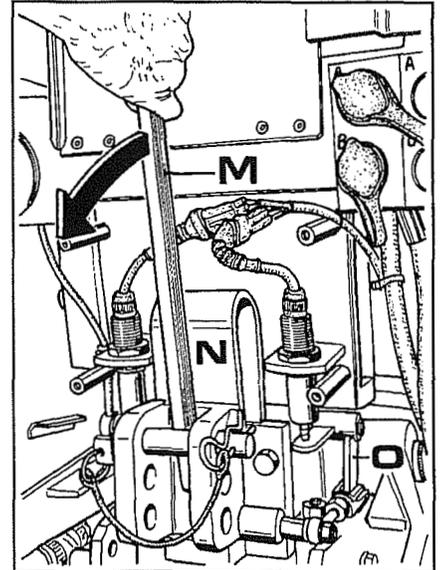

Fig. 53
- c. Placer un levier (**M** fig.53) derrière le 3^e point d'attelage et agir dans le sens indiqué par la flèche. En faisant ainsi on actionne le ressort **N** de support de l'attelage, puis par réaction des leviers (**O**) on produit un abaissement de la lame d'appui de la pointe du capteur de contrôle d'effort. Le relevage doit commencer à se soulever et en relâchant le levier du relevage il doit de nouveau descendre.